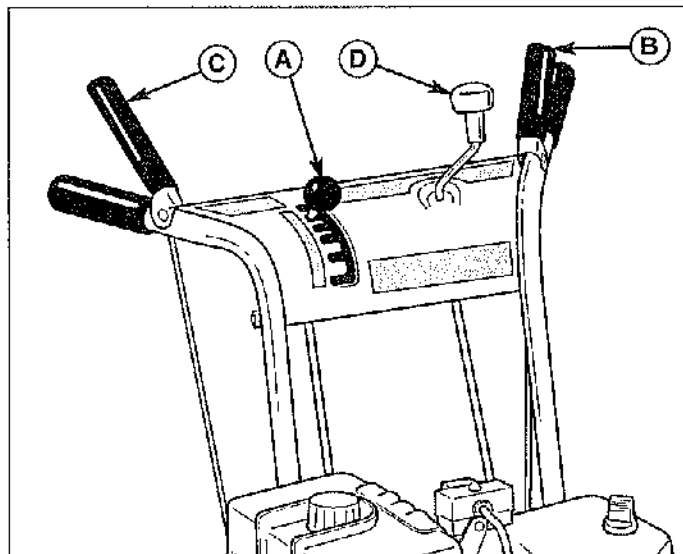

Figure 7. Position des commandes de l'utilisateur
3. Serrer et tenir serré la commande de la vis sans fin (C, Figure 7) sur la poignée de droite pour démarrer la rotation de la vis sans fin. Pour la désengager, relâcher complètement le levier.
4. Serrer et tenir serré le levier de commande de l'entraînement (B, Figure 7) sur la poignée de gauche pour engager la traction et commencer à faire avancer le chasse-neige. Pour le désengager, relâcher complètement le levier. La commande d'entraînement (B) verrouillera la commande de vis sans fin (C) dans la position engagée, si les deux sont engagés en même temps. Le fait de relâcher la commande d'entraînement (B) relâchera la commande de la vis sans fin (C).
5. Sélectionner les vitesses avant ou arrière, suivant les besoins, à l'aide du levier de changement de vitesse (A, Figure 7). Relâchez la commande d'entraînement pour chaque changement de vitesse.
Se servir du levier de changement de vitesse (A, Figure 7) pour contrôler la vitesse au sol du chasse-neige. Il y a 5 vitesses en marche avant et 2 vitesses en marche arrière.
Pour changer de vitesse, relâcher tout d'abord la commande d'entraînement (B, Figure 7), puis déplacer le levier de changement de vitesse sur la vitesse désirée. Pour redémarrer, serrer complètement la commande d'entraînement.